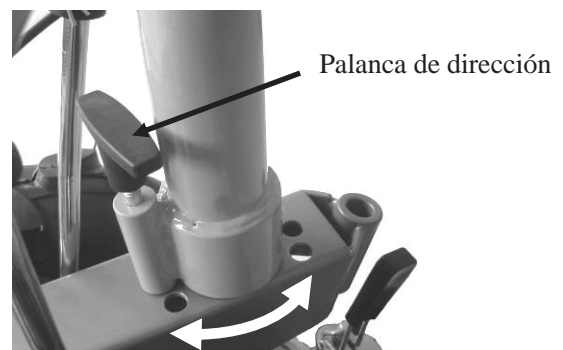

Figura 21
- Tire de la palanca de cambio de dirección y gire de acuerdo con las instrucciones en la posición adecuada y luego desacople. Ver figura 21.
4. Tire hacia arriba del mango de la clavija para acoplar los accesorios en el agujero de los accesorios "conector". Cuando las piezas de conexión se adhieren a la parte inferior, tire hacia abajo la clavija. Gire el accesorio ligeramente y asegúrese de que el pasador se puede pegar en el orificio de las piezas de los accesorios de conexión. figura 21 31